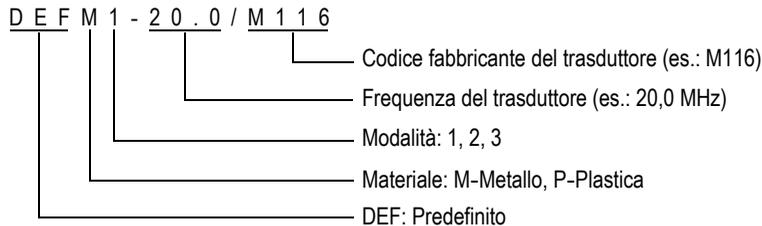

Figura 5-3 Selezione della configurazione predefinita di un trasduttore a singolo elemento
- c) Nella schermata **PREDEFINITO** del tipo di trasduttore che si usa (vedere l'esempio nella Figura 5-3 a pagina 77), nell'elenco di configurazioni predefinite disponibili, selezionare la configurazione per il trasduttore che si vuole usare.